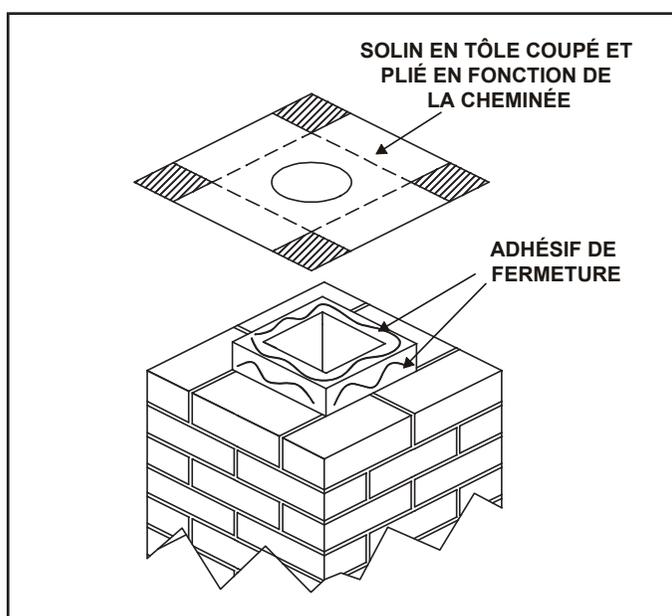

Figure 5.6
- Découpez la plaque supérieure de la cheminée afin de minimiser l'excès de surplomb ou pliez-la par-dessus le boisseau. Voir la figure 5.6.